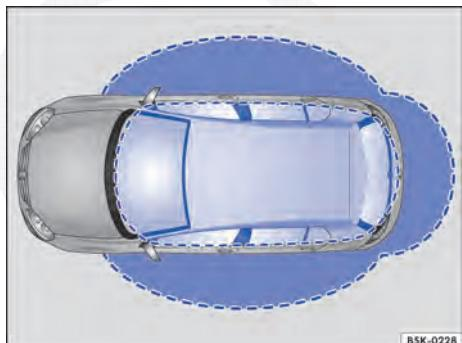

Fig. 29 Sistema de travamento e de partida Keyless Access sem chave: áreas de aproximação.
Keyless Access é um sistema de travamento e de partida sem chave, com o qual o veículo pode ser destravado e travado sem o uso efetivo da chave do veículo. Para isso, é necessário que apenas uma chave do veículo válida esteja na área de aproximação ⇒ Fig. 29 do veículo e que uma superfície dos sensores nas maçanetas das portas dianteiras ⇒ Fig. 30 seja tocada, ou o logo Volkswagen da tampa traseira ⇒ Página 58 seja acionado ⇒ ①.
Se houver uma chave do veículo válida numa área de aproximação ⇒ Fig. 29, o sistema de travamento e de partida Keyless Access sem chave atribui uma autorização de acesso a essa chave assim que a superfície do sensor da maçaneta da porta do condutor ou do passageiro dianteiro for tocada ou o logo Volkswagen da tampa traseira for tocado. Em seguida, são possíveis as seguintes funções sem o uso efetivo da chave do veículo:
Se o veículo estiver travado e uma chave do veículo válida se encontrar na área de aproximação ⇒ Fig. 29 da tampa traseira, esta será destravada automaticamente ao ser aberta.